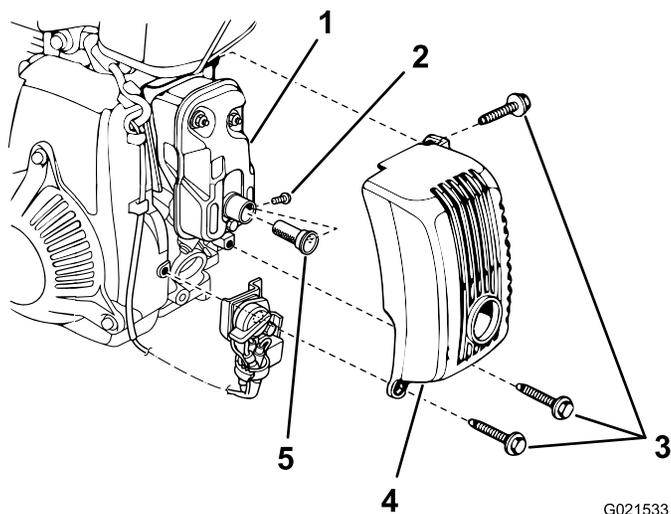

Figure 28
1. Retirez les 3 boulons (5 mm) et déposez le protecteur de silencieux (Figure 28).
2. Retirez la vis spéciale du pare-étincelles et déposez celui-ci du silencieux (Figure 28).